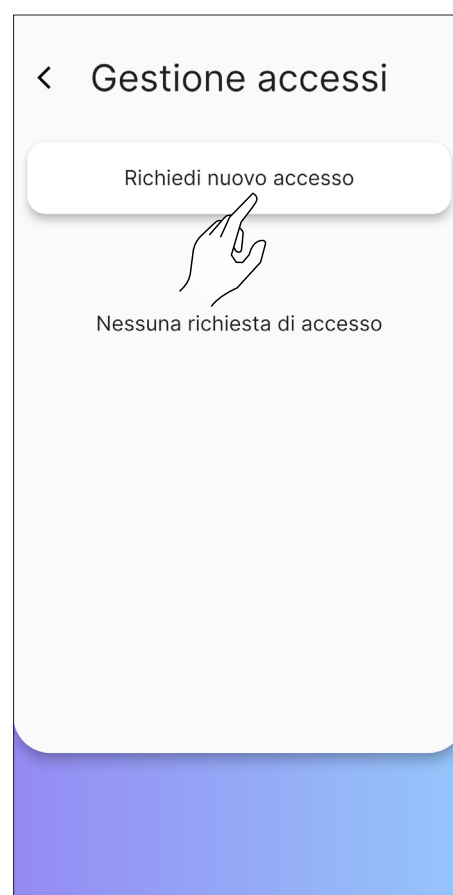

Fig. 8.28
- sulla schermata “Gestione accessi” cliccare sul bottone “Richiedi nuovo accesso” (Fig. 8.28);